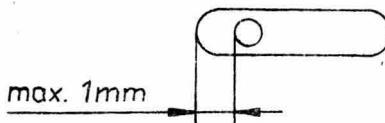

Abb. 6
- Die linksverlagerte Geradstichnaht ist konstruktiv festgelegt und nicht justierbar. Der Abstand des Nadelchaftes zur linken Stichlochkante kann max. 1 mm betragen. Die Stichlochkante darf aber von der Nadel nicht berührt werden (Abb. 6).